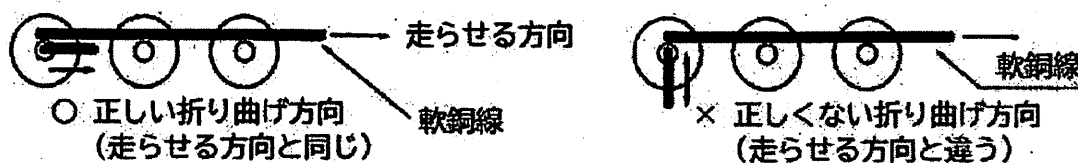

図5 リード線の折り曲げ方向
- ② 抵抗およびコンデンサのリード線、ジャンパー線の折り曲げ方向は、図5のようにスズメッキ線（スズメッキ線）を走らせる方向とする。